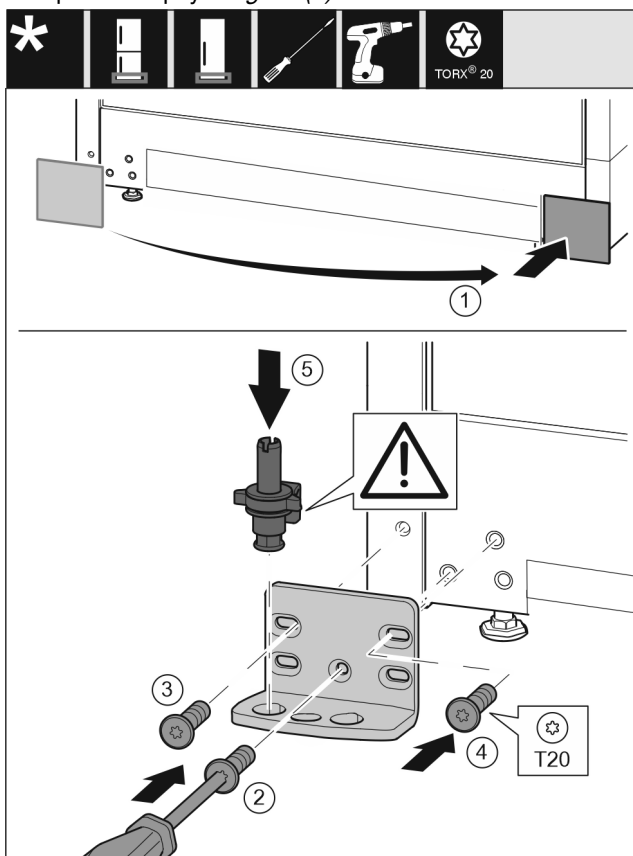

Fig. 16
- ▶ Retirar la cubierta y colocarla en el otro lado. Fig. 16 (1)
- ▶ Colocar el soporte de apoyo en el otro lado y atornillarlo con la ayuda de un destornillador T20. Empezar por el tornillo 2 en la parte inferior central. Fig. 16 (2)
- ▶ Apretar los tornillos 3 y 4. Fig. 16 (3,4)
- ▶ Introducir totalmente el perno de apoyo. Asegurarse de que el saliente de retención mire hacia atrás. Fig. 16 (5)